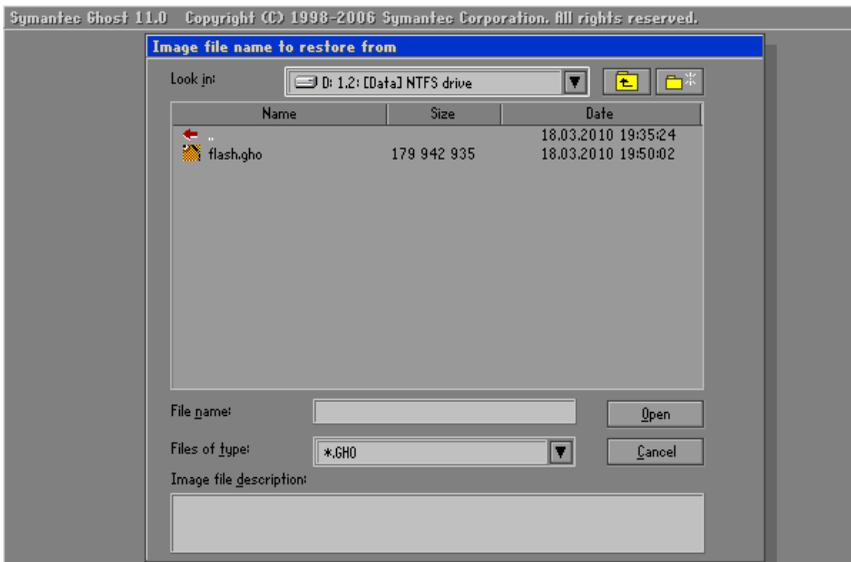

Рис. 6.2. Выбор образа ОС
- по умолчанию должна открыться та же папка, в которую вы распаковали скачанный архив, нужно выбрать файл flash.gho - это образ флешки (Рис. 6.2).